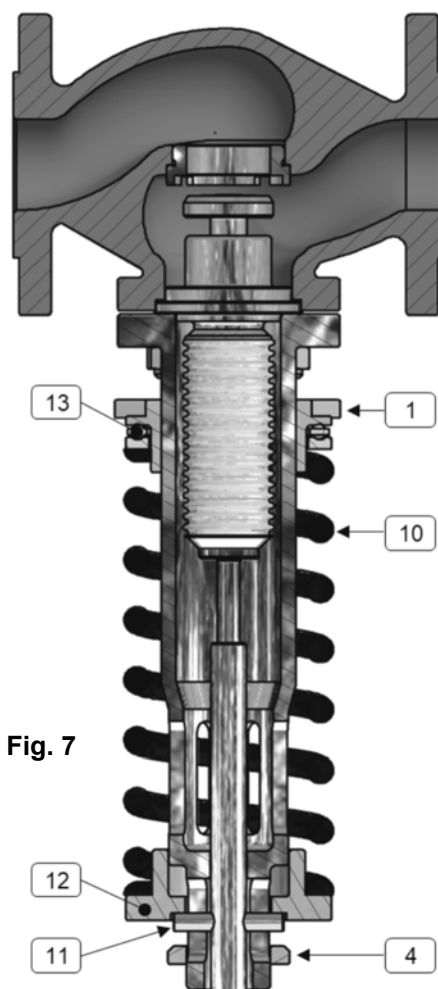

Fig. 7
- ♦ décompresser totalement le ressort « 10 » agissant sur la bague 1 (Fig.7)